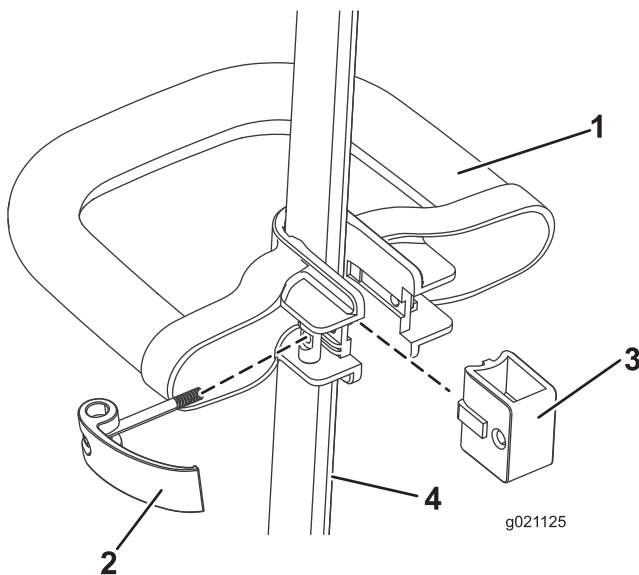

Figura 5
1. Coloque la empuñadura auxiliar sobre el mango superior de la desbrozadora con la superficie lisa hacia el operador (Figura 5).
2. Introduzca la pieza de refuerzo en la empuñadura auxiliar de manera que el refuerzo encaje en la ranura del mango (Figura 5).
3. Introduzca el cierre desde la izquierda por la empuñadura y la pieza de refuerzo, según se indica en Figura 5, y apriete el tornillo del cierre con un destornillador Phillips.